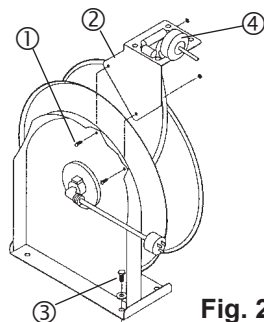

Fig. 2
3. Fixer solidement l'enrouleur au sol, au mur ou au plafond à l'aide de quatre boulons (fournis par le client) (3) (Fig. 2). **ATTENTION - L'enrouleur est lourd - fixer solidement! Boulons de montage recommandés : 6 mm (1/4-20).**